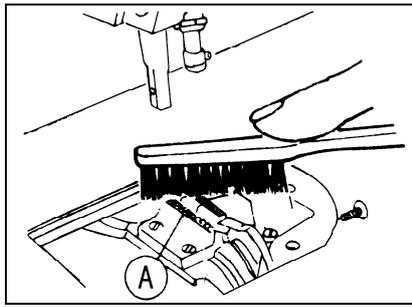

图 34
24. 定期清扫(图 34, 35, 36)
先卸下针板，清除送布牙 A 间距(牙槽)内的尘垢,如图 34 所示。然后再安好针板。